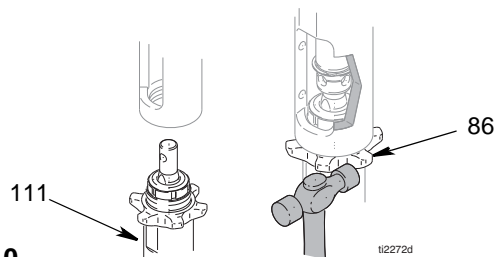

FIG. 10
1. (Fig. 10). Skru sikringsmutteren (86) til bunnen av pumpens (111) gjenger. Skru pumpen (111) helt inn i manifolden. Skru pumpen (111) ut av manifolden helt til uttaket er rettet opp med slangen. Stram sikringsmutteren (86) for hånd, og bank den deretter 1/8 til 1/4 omdreining med en hammer eller trekk den til med et moment på 75 ft-lb (101 N-m).